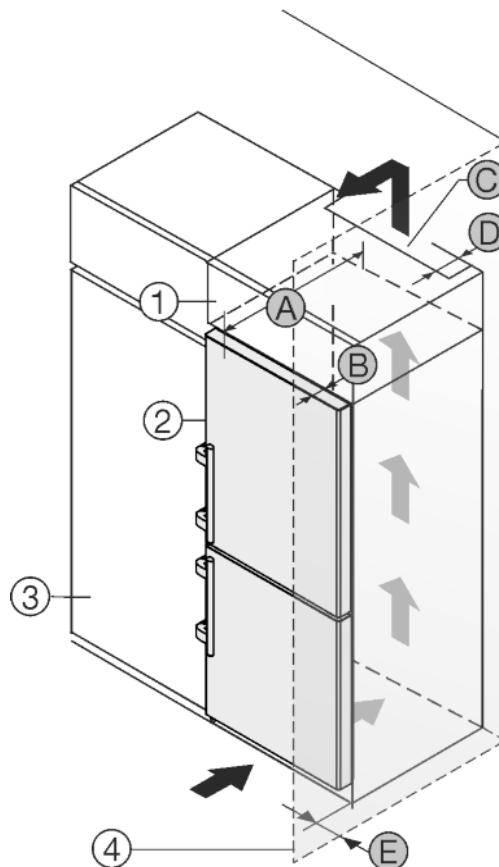

Fig. 45
Устройство может быть окружено кухонными шкафами. Чтобы уравнять устройство Fig. 45 (2) по высоте с кухонной стенкой, можно установить над устройством дополнительный шкафчик Fig. 45 (1).
Установить устройство можно непосредственно рядом с кухонным шкафом Fig. 45 (3). Чтобы можно было полностью открыть двери, устройство должно выступать на глубину Fig. 45 (B) относительно передней стенки кухонного шкафа. В зависимости от глубины кухонных шкафов и использования пристенных распорок устройство может выступать и больше.
- На задней стенке дополнительного шкафчика должен быть вентиляционный канал с глубиной Fig. 45 (D) по всей ширине этого шкафа.
- Нужно соблюдать вентиляционное отверстие Fig. 45 (C) под нижней панелью.
Если устройство установлено на шарнирах у стены Fig. 45 (4), то нужно соблюдать расстояние Fig. 45 (E) между устройством и стеной. Настолько выступает ручка при открытой дверце.